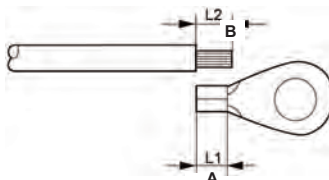

Abbildung 3.9 Externe Erdungsleiterklemme
3. Isolieren Sie das Erdungskabel auf eine geeignete Länge ab (siehe Abbildung 3.9).